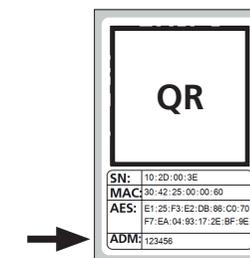

Abb. 9
**! Hinweis:** Den zufallsgenerierten Administratorcode finden Sie auf dem beiliegenden QR-Code Aufkleber unter „ADM“ (Abb. 9). Sie können den Administratorcode zu einem späteren Zeitpunkt jederzeit ändern.
⑩ Tippen Sie auf „Überspringen“ (Abb. 9).